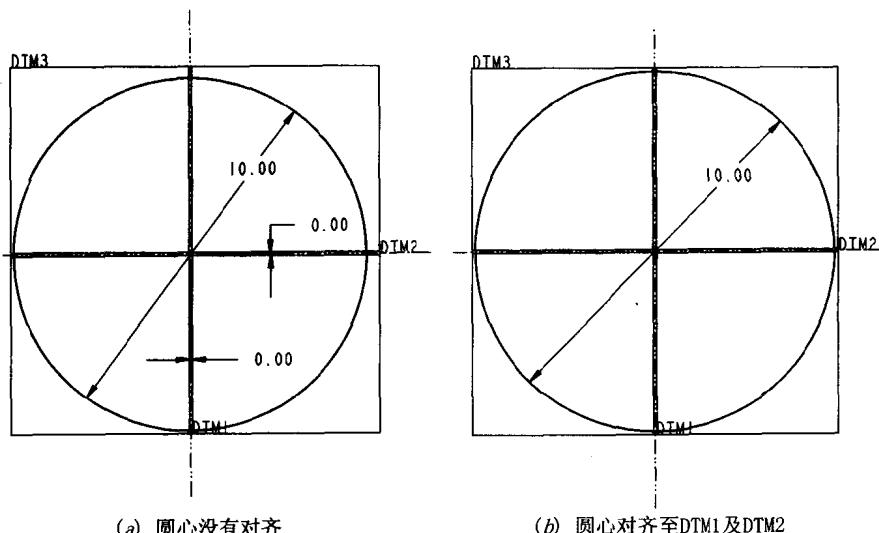

图 1.3
- Align：为了避免不必要的位置尺寸标注，我们常使用 Align 以使目前正在绘制的 2D 几何元素（点、直线、中心线、圆、创建圆、圆弧、长方形、二次曲线、Spline 曲线、文字、局部坐标系等）落在已完成的特征的几何元素上。例如在图 1.3 左图中，若没有使用 Align 命令，就必须标注圆心的位置尺寸，否则圆心无法定位（这将是非常奇怪的尺寸标注），而图 1.3 右图即是将圆心定位至 DTM1 及 DTM2 的作法。